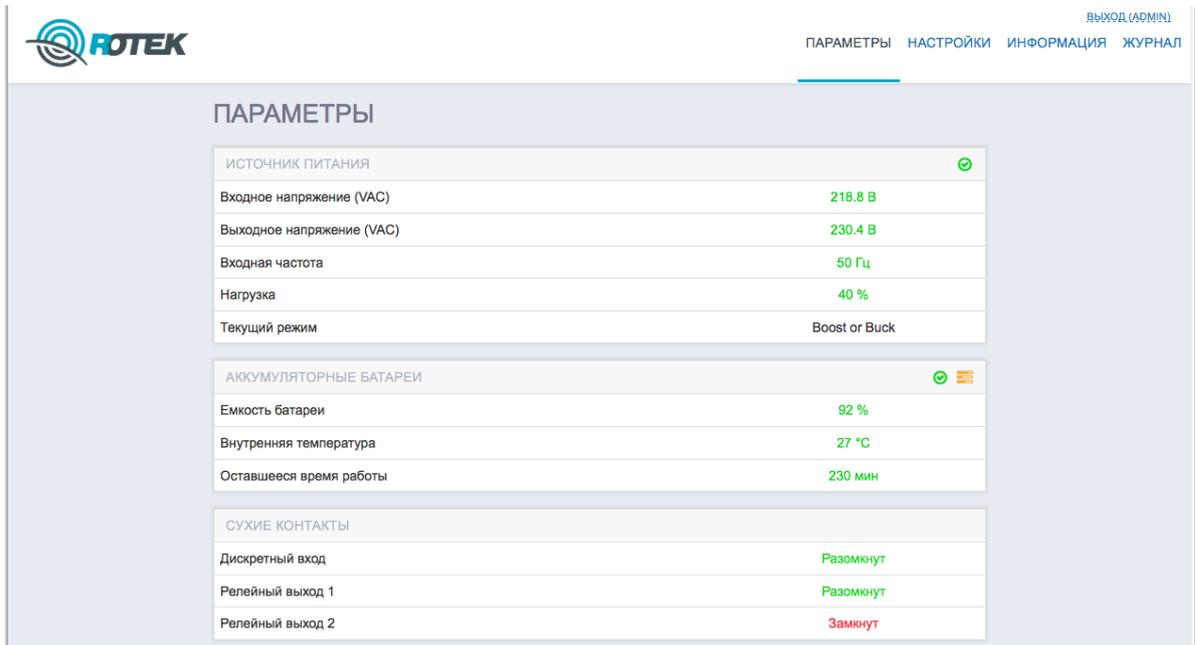

Рисунок 3.2 – Главная страница Web-интерфейса
5. В окне браузера откроется главная страница Web-интерфейса (рисунок 3.2).